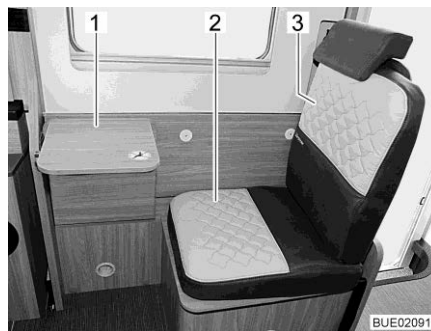
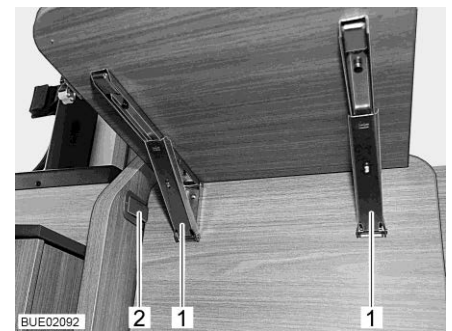

Bild 27 Zusätzlicher Sitz mit Klappstisch
Bild 28 Rasten am Klappstisch
- Das beiliegende Sitzpolster (Bild 27,2) und das Rückenpolster (Bild 27,3) anbringen.
- Vorderen Teil der Längssitzbank nach oben schwenken, bis er an der Kunststoffraste (Bild 28,2) einrastet.
- Tischplatte nach unten klappen: Beide Rasten (Bild 28,1) entriegeln und Tischplatte (Bild 27,1) nach unten schwenken.